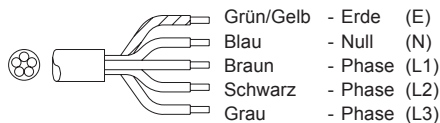

Abb. 3
- (Abb. 3) Bei 3N~ 380-415V (5 adriges Kabel).
3. Bestimmen Sie, wie der WKI aufgehängt werden soll, nehmen Sie Abb. 3 + 6 zu Hilfe.